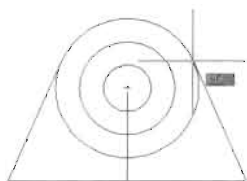

图 15-73
(3) 打开“切点”捕捉,以水平直线段的两个端点为起点,捕捉半径为 15 的圆上的切点为端点绘制两条直线段,如图 15-73 所示。